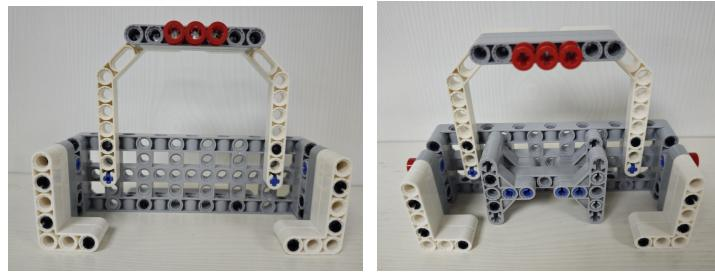

图 4 “能源设备”模型，“新能源材料”放置于“智能设备”凹槽内示意图
**4.1.3** “新能源材料”模型送至“智能设备”所在的固定拼装块内，记 10 分；若该“新能源材料”模型垂直投影完全放置在“智能设备”的凹槽内，加记 50 分；如图 4 所示。